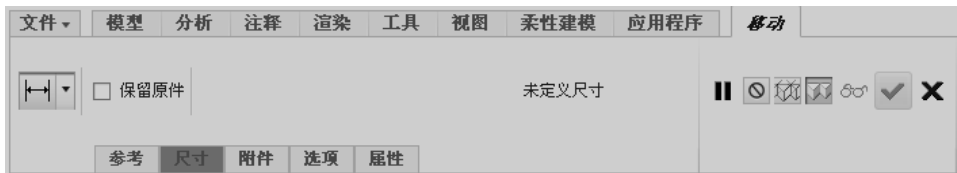

图 9-13 “移动”选项卡（按尺寸移动）
- 按尺寸（距离或角度）移动：通过可修改的一组尺寸来移动选定几何。单个移动特征中可包含最多 3 个非平行的线性尺寸或一个角度（旋转）尺寸。在“变换”面板中单击“按尺寸移动”按钮，打开的“移动”选项卡如图 9-13 所示，此时需要选择尺寸参考并为尺寸设定移动值。